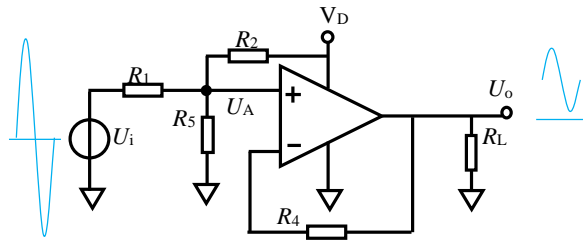

图 5-4 直接耦合单电源提升式同相， $G < 0.5$
要实现更小的增益，在 U_A 处增加一个电阻 R_5 接地，且将后续 R_3 的增益环节去掉，让其变成跟随器。只要 R_5 足够小，就可以实现更大程度的衰减，电路结构如图 5-4 所示。
- 1) 确定单电源可以解决问题。给放大电路用单电源 5V 供电，因增益约为 1/10，采用图 5-4 电路结构。